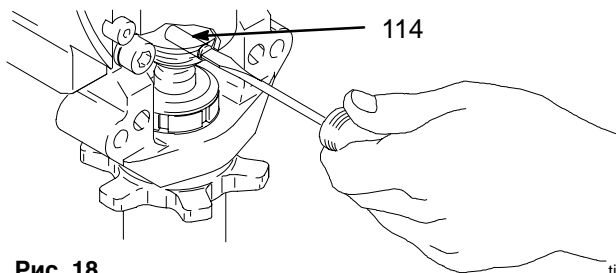

Рис. 18
3. См. Рис. 18. С помощью отвертки сдвиньте стопорную шайбу вверх и вытолкните шпильку.
2. См. Рис. 18. Протолкните шпильку (21) в отверстие. Сдвиньте стопорную шайбу в кольцевую канавку шатуна.